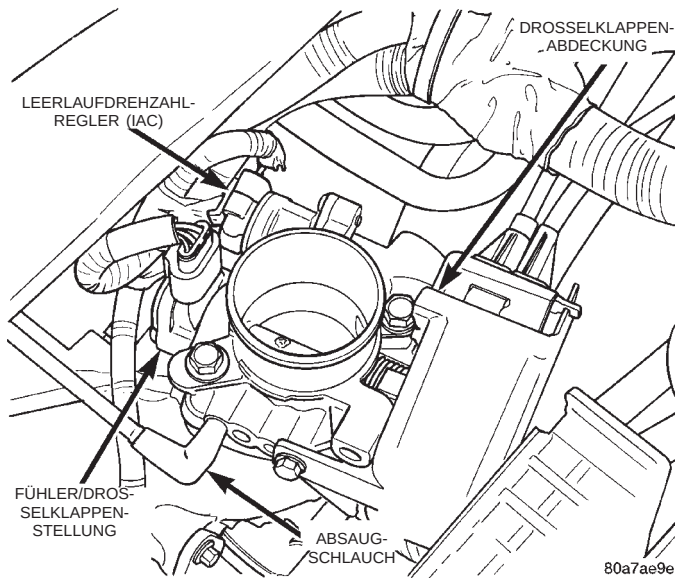

Abb. 63 Drosselklappengehäuse—2.4L-Motor
(1) Den Resonator des Luftansaugsystems wie in diesem Abschnitt beschrieben ausbauen.
(2) Die Drosselklappenabdeckung demontieren (Abb. 63).